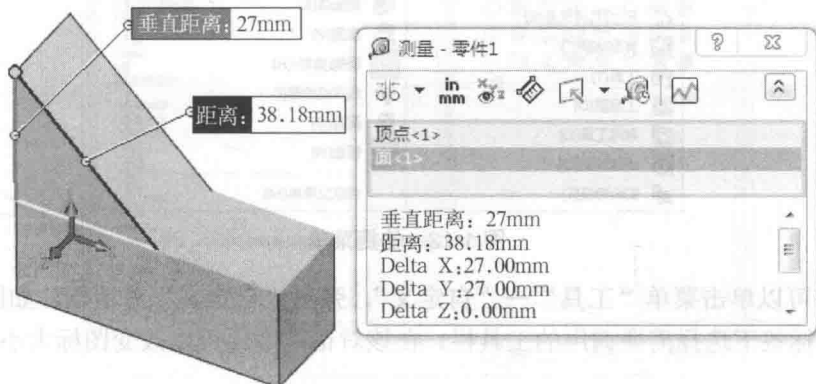

图 1-11 “测量”示例
- ◇ 选择测量对象,“测量”对话框中会显示测量结果。图 1-11 所示为测量一个点到一面之间距离的示例。